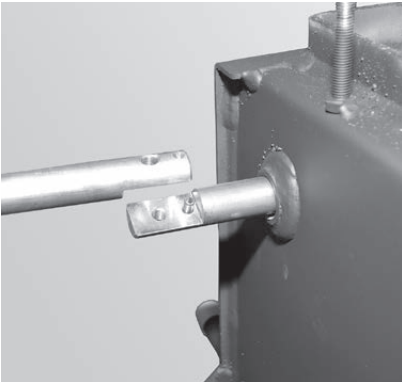
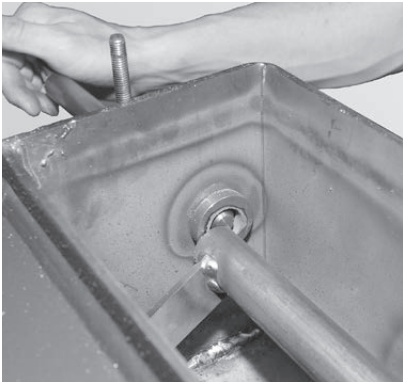

Fig. 52 Assemblare le due parti dell'albero
Fig. 53 Spingere l'albero nell'asse della tiranteria
- Assemblare le due parti dell'albero (Fig. 52) e spingere l'albero con il lato appuntito nell'asse della tiranteria – Fig. 53.